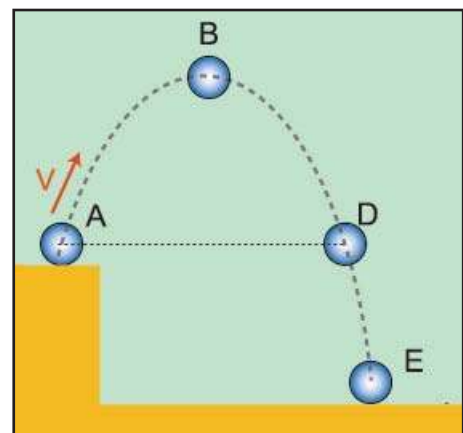

Fig .23
6- Un solide (C) est lancé d'un point A avec une vitesse $V = 10\text{m.s}^{-1}$ dans une direction faisant un angle avec la verticale. Le projectile effectue une trajectoire représentée sur la figure ci-contre (Fig.23).